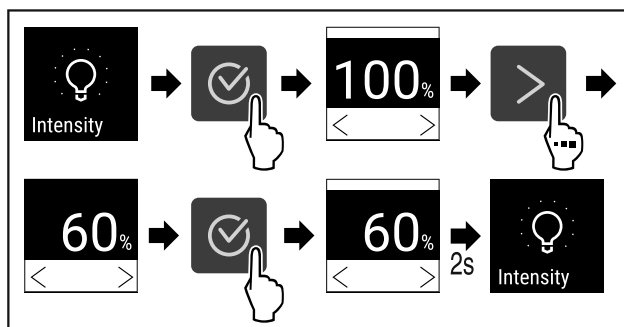

Fig. 72
- Suorita toimenpidevaiheet (katso Fig. 72).